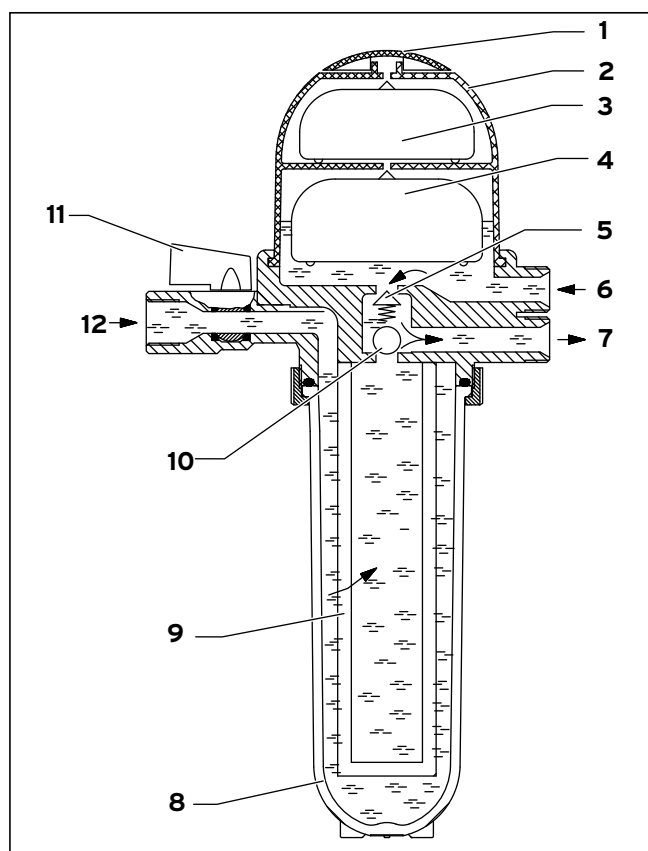

Fig. 3.1 Opbygning automatisk fyringsolieudlufter med integreret filter
- Fjern hættten (1) (se Fig. 3.1) på fyringsolieudlufteren (f. eks. med en skruetrækker).
- Sæt udluftsanordningens tilslutningsnippel ind i åbningen på udluftsapparatet (2) (se Fig. 3.1).